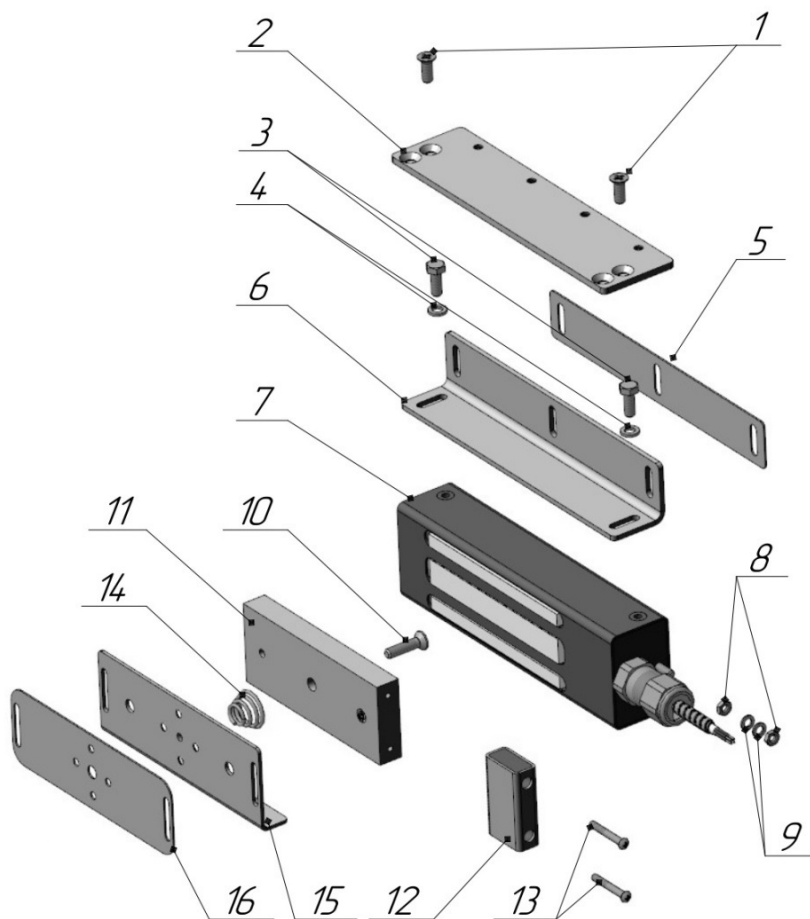
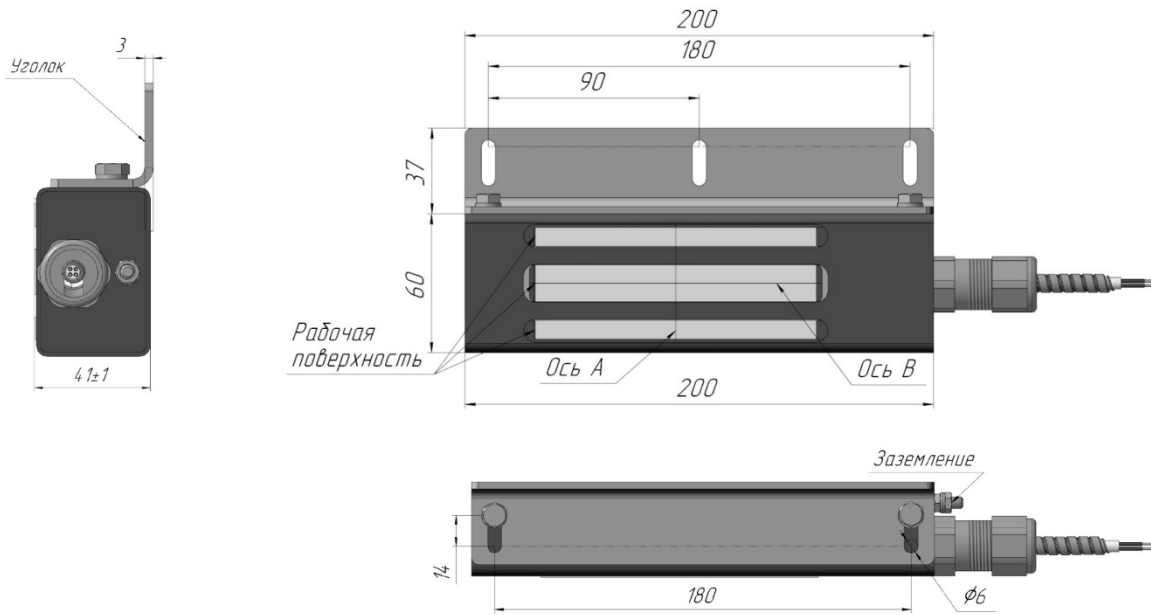

Рис.1 Комплект поставки
Рис.2 Корпусная часть замка Ех-замок FM-26
7.3.1 Замок состоит из корпусной части, якорной части и комплекта креплений (рис.1). Срабатывание замка происходит при механическом контакте рабочих поверхностей корпуса и якоря, после подачи питающего напряжения. Для обеспечения эксплуатационных характеристик рабочие поверхности корпуса и якоря должны быть совмещены и плотно прилегать друг к другу при закрывании двери. Скорость соударения рабочих поверхностей в процессе закрывания двери не должна превышать 1м/сек, для чего рекомендуется применять доводчик. Габаритные и установочные размеры корпусной части и якорной части замка приведены на рис.2, 3.